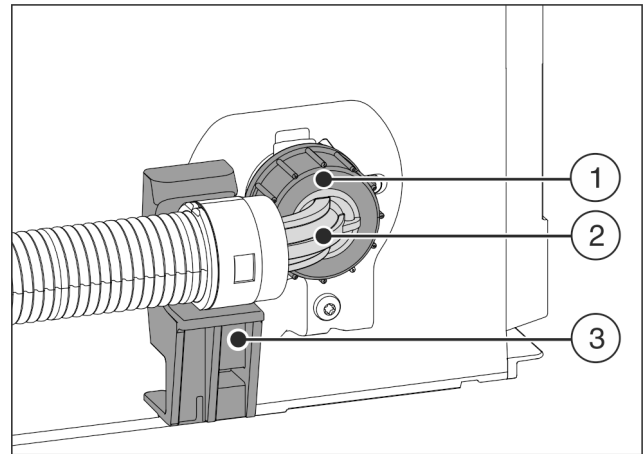

Fig. 23
- ▶ Posicione y sujete el extremo de manguera acodado Fig. 23 (2) en posición horizontal en el soporte Fig. 23 (3).
- ▶ Atornille la tuerca Fig. 23 (1) con la mano en la rosca, hasta que se obtenga un asiento seguro y fijo.